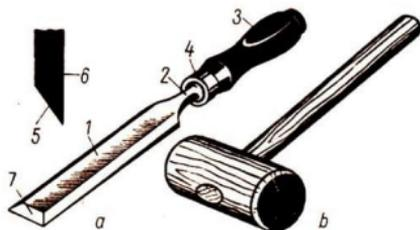

Bild 35 Stechbeitel (a) und Holzhammer (b)
Werkzeuge zum Stemmen. Der **Stechbeitel** (Bild 35) besteht aus der **Klinge** (1), der